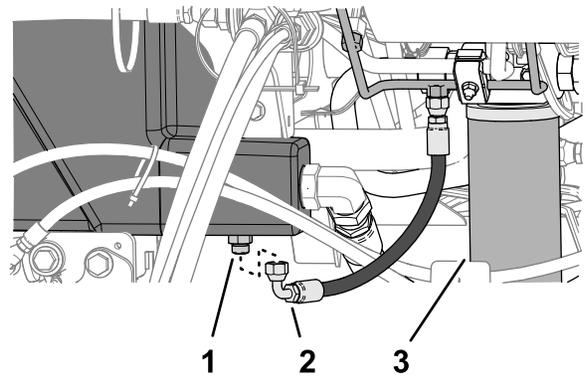

Figure 115
2. Placez un grand bac de vidange sous le raccord droit (Figure 115) du réservoir hydraulique; voir Capacité de liquide hydraulique \(page 70\).